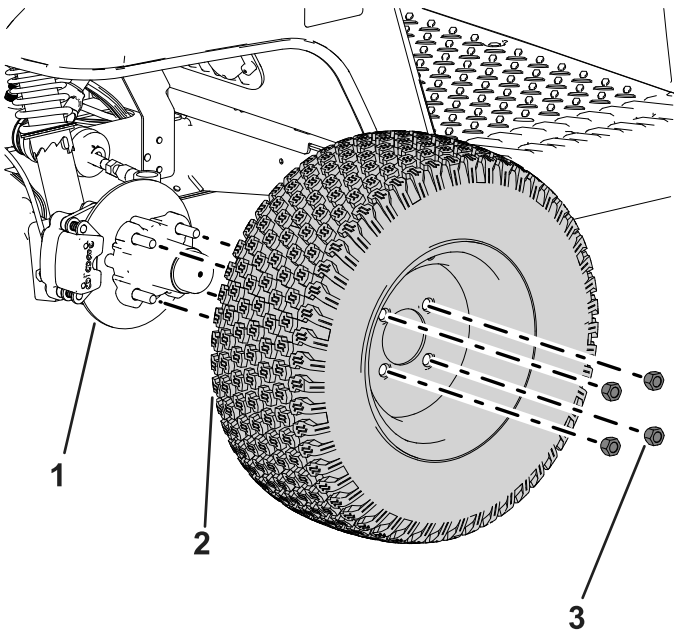

Figura 34
2. Retire las 4 tuercas que sujetan la rueda al cubo (Figura 34).
- Alinee los orificios de la rueda con los espárragos del cubo y monte la rueda en el cubo con el vástago de la válvula hacia fuera (Figura 34).
- Sujete la rueda al cubo usando las tuercas de las ruedas (Figura 34).